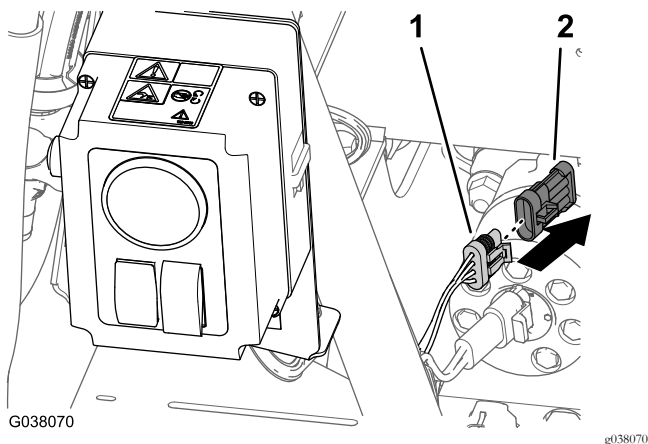

Bild 118
1. Nehmen Sie am Heck der Maschine den Deckel vom 4-Buchsen-Stecker des hinteren Hauptkabelbaums ab, der mit HOSE REEL beschriftet ist (Bild 118).